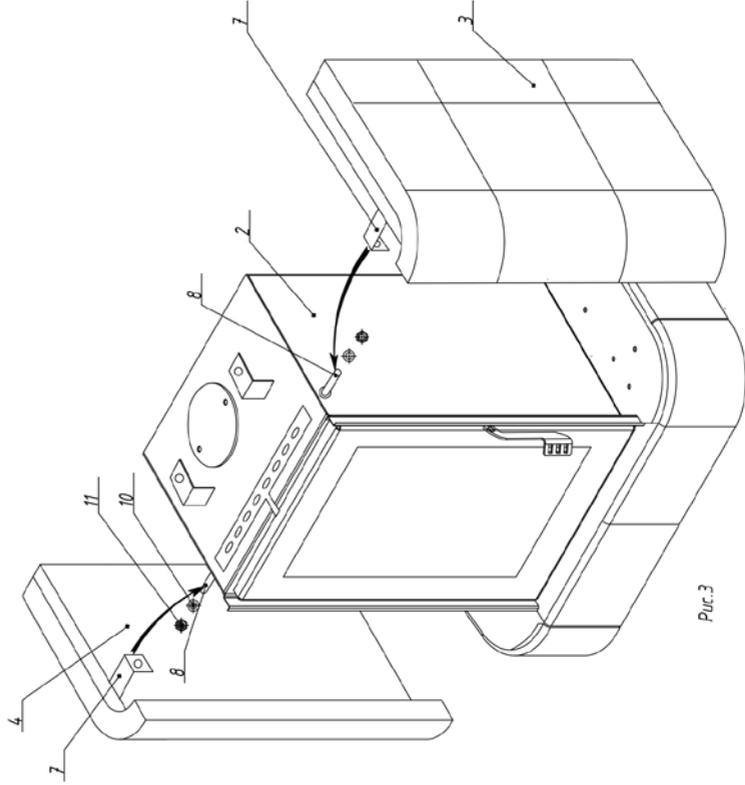

Рис.3
4. Кронштейн 7 боковых панелей 3,4 крепится к винту 8 на толчке 2 шайбой, и фиксируется шайбой 10,11 (Рис. 3)